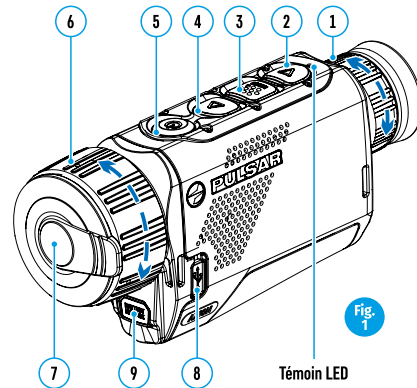

Fig. 1
- Raccordez l'alimentation externe au port USB (8) de l'appareil (Fig. 1).